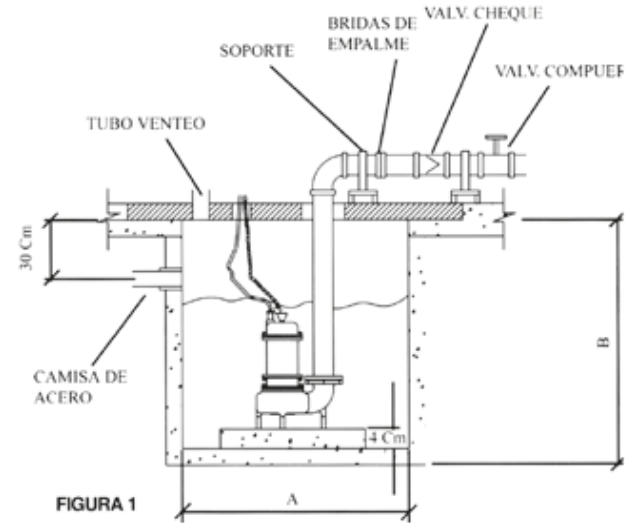

FIGURA 1
- c) Para conectar la descarga de la motobomba utilice preferiblemente tubería. Instale una válvula de cheque tipo cortina en el tramo horizontal de la descarga como muestra la figura 1. No instale la válvula de cheque en el tramo vertical, no utilice válvulas de cheque del tipo resorte porque se obstruyen muy fácilmente
- e) Los accesorios básicos para la instalación se muestran en la figura 1. Utilice un sellador de tubería y/o cinta de teflón en la realización de los empalmes de accesorios y tubos. Evite cualquier fuga de líquido.